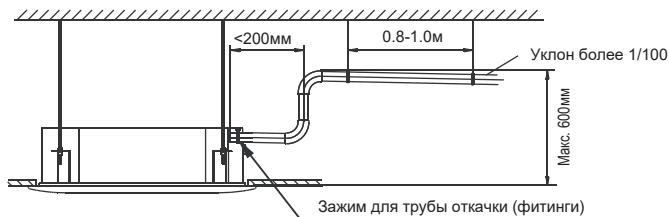

Рисунок 6-2
7) Если выход дренажной трубы располагается выше соединительной трубы основного блока, снабженного насосом, дренажную трубу следует развернуть вертикально вверх, используя фитинги из комплекта дополнительного оборудования, при этом высота трубы не должна превышать 1000 мм над дренажным поддоном (для четырехпоточного кассетного фанкойла) или 600 мм (для компактного четырехпоточного фанкойла), в противном случае слишком сильный обратный поток при выключении приведет к переполнению (см. Рисунок 6-2).